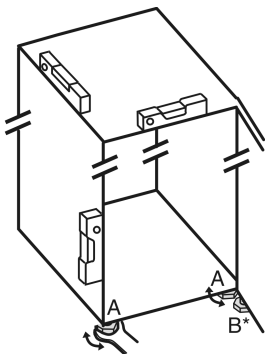

Fig. 23
- ▶ Stellfüße Fig. 23 (A) mit beiliegendem Gabelschlüssel und mit Hilfe einer Wasserwaage herausdrehen, bis das Gerät fest und ebenstehend ausgerichtet ist.
- ▶ Stellfuß Fig. 23 (B) am Lagerbock mit beiliegendem Gabelschlüssel herausdrehen, bis er auf dem Boden aufliegt.
- ▶ Stellfuß Fig. 23 (B) um 90° weiter drehen.